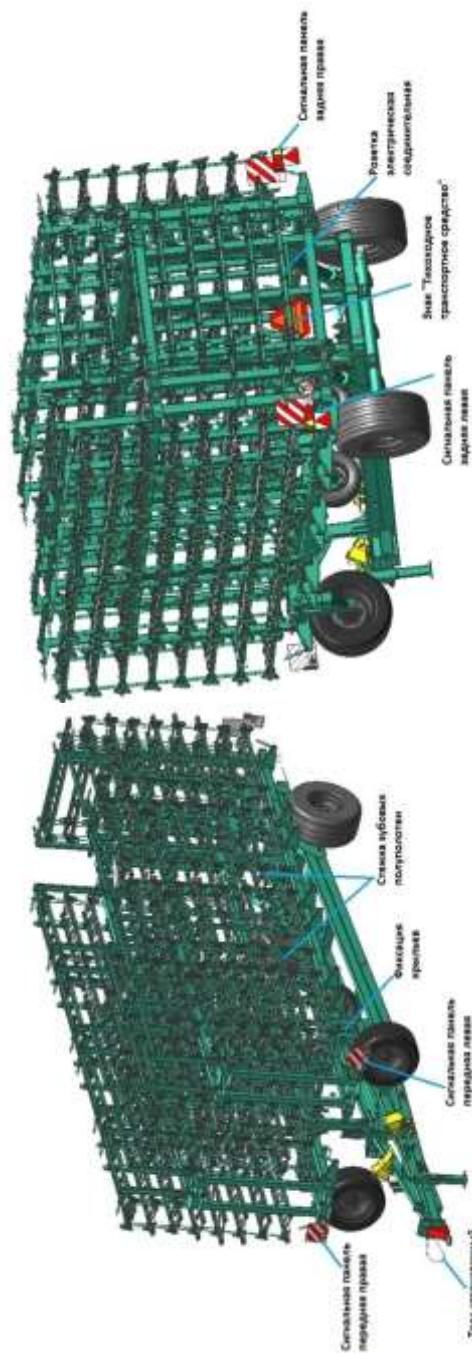

Рисунок 2 – Общий вид боронь в транспортном положении
4.4 Перевод бороны в транспортное положение (рис. 2):
4.5 Установка и монтаж электрооборудования (рисунок 2):